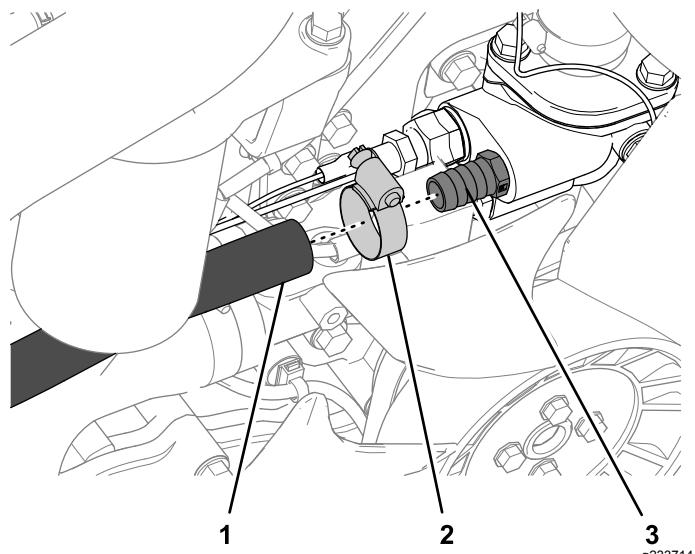

図 27
2. ホースの端部にホースクランプを嵌める図 27。
3. 図 27のように、ストレートフィットティングにホースに接続し、クランプ $\frac{1}{2}$ " -  $1\frac{1}{4}$ "で固定する。